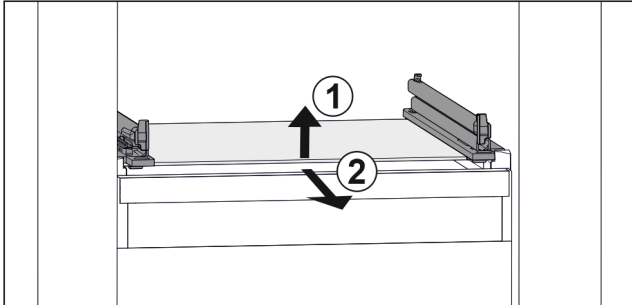

Fig. 74 Eksempel på fremstilling av glassplaten
- ▶ Løft opp glassplaten foran. Fig. 74 (1)
- ▶ Ta ut glassplaten fremover. Fig. 74 (2)